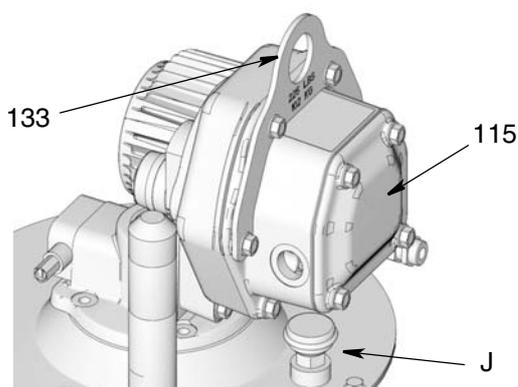

Рис. 9
ПРИМЕЧАНИЕ: Когда насос правильно установлен на баке от фирмы Graco, дыхательный клапан резервуара (J) будет находиться ниже блока управления (115), как показано на Рис. 9.